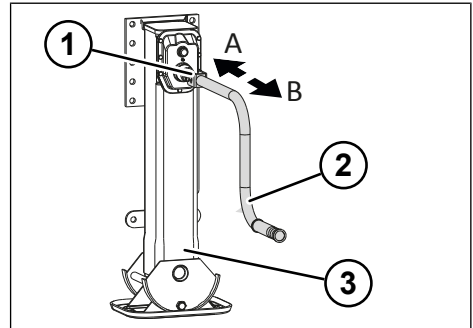

Fig. 5-3: Vitesse de charge et vitesse rapide des béquilles
- ▶ Enclencher la vitesse rapide en tirant la manivelle (voir "Fig. 5-3: Vitesse de charge et vitesse rapide des béquilles", p. 23).
- ▶ Enclencher la vitesse de charge en poussant la manivelle (voir "Fig. 5-3: Vitesse de charge et vitesse rapide des béquilles", p. 23).
- ▶ Régler la vitesse de charge en poussant la manivelle (voir "Fig. 5-3: Vitesse de charge et vitesse rapide des béquilles", p. 23).
- ▶ Régler la vitesse rapide en tirant la manivelle (voir "Fig. 5-3: Vitesse de charge et vitesse rapide des béquilles", p. 23).